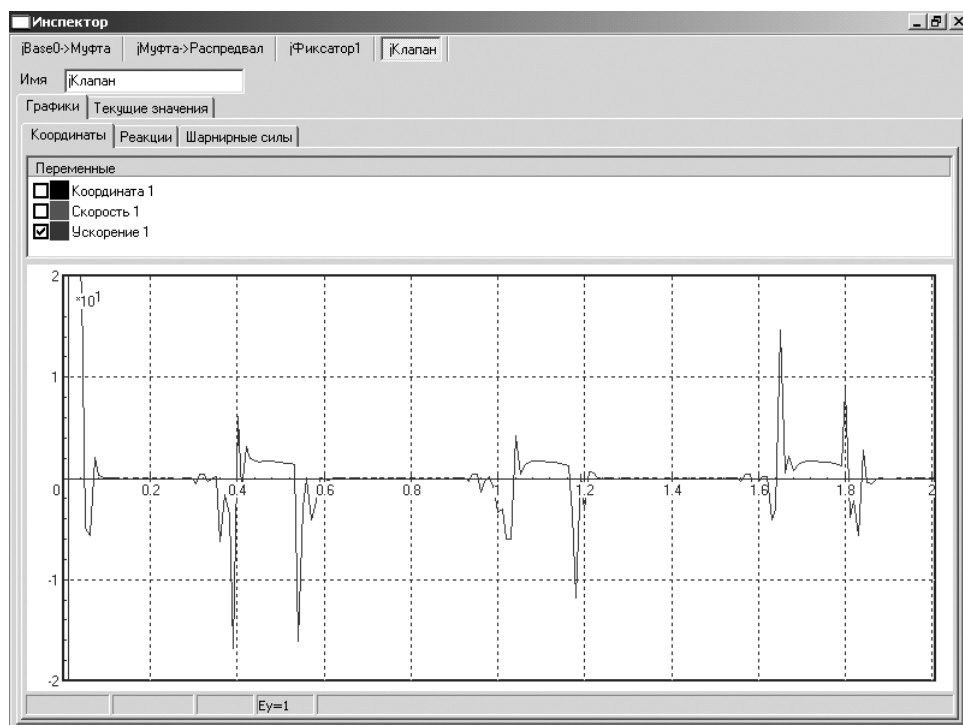

Рис. 2.47. Окно **Инспектор** с графиком ускорения клапана
- щелкните в окне **Инспектор** в верхнем правом углу по кнопке  – **Развернуть**. Окно **Инспектор** развернется во весь экран, см. рис. 2.47.